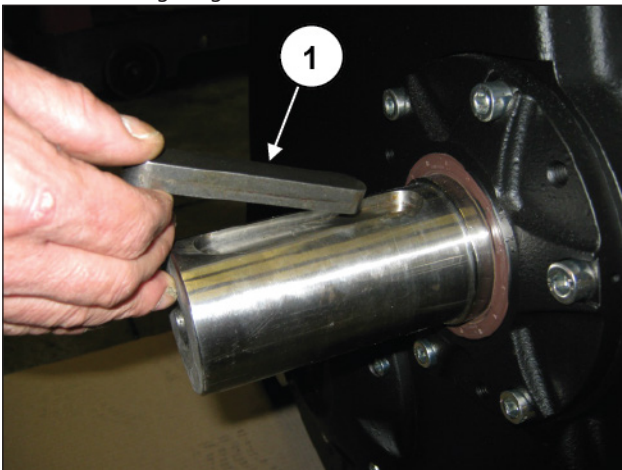

Abb. 145
Setzen Sie die Passfeder auf die Zapfwelle ein (Pos. ①, Abb. 145).